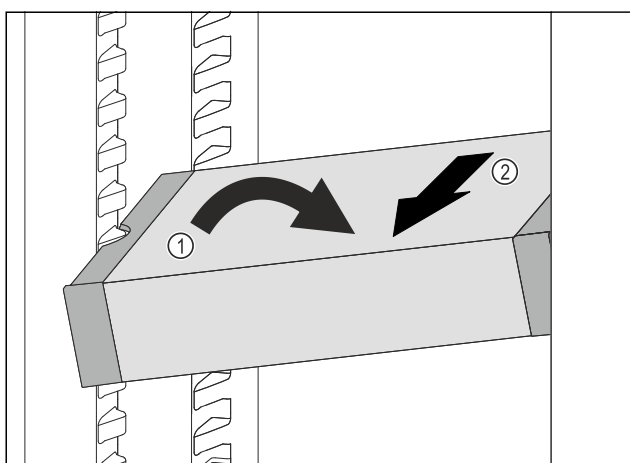

Fig. 124
- Plasser VarioSafe skrått i kjøleskapet. Fig. 124 (1)
- Ta ut VarioSafe ved å trekke den forover. Fig. 124 (2)